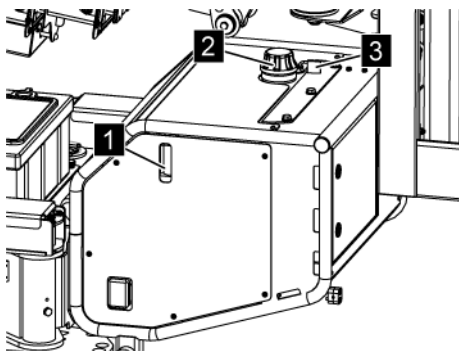

Abb. 218: Hydrauliköl
4. ➔ Ölstand am Schauglas (Abb. 218/1) prüfen.
5. ➔ Ggf. Hydrauliköl (Art.-Nr. 3917/0066) nachfüllen (☞ Kapitel 3.9 „Betriebsstoffe“ auf Seite 43). Dazu das Vorhängeschloss (Abb. 218/3) mit dem entsprechenden Schlüssel (☞ Kapitel 4.6.1 „Schlüssel“ auf Seite 56) öffnen und abnehmen.
6. ➔ Deckel (Abb. 218/2) des Hydrauliktanks abschrauben.
7. ➔ Das Hydrauliköl bis zur Maximum-Markierung am Schauglas (Abb. 218/1) nachfüllen.
8. ➔ Deckel (Abb. 218/2) aufschrauben und mit dem Vorhängeschloss (Abb. 218/3) sichern.